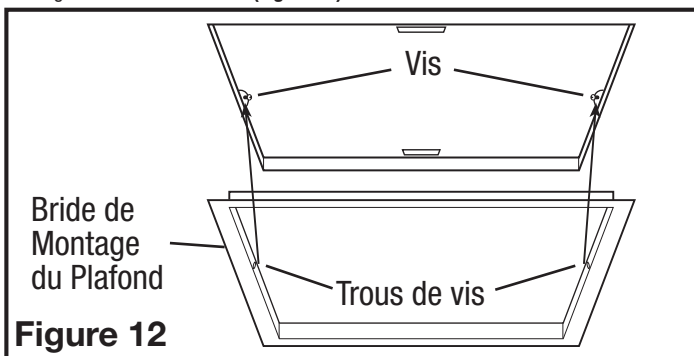

Figure 12
4. Installez la bride de montage au plafond pour couvrir tous les espaces qui existent entre le boîtier et le plafond fini. Retirez les deux vis qui relient la bride de montage au boîtier. Placez un scellant (non fourni) sur le bord intérieur de la bride de montage au plafond pour assurer que la bride est scellée au plafond. Alignez les trous de vis dans la bride de montage au plafond avec les trous de vis à l'intérieur du boîtier et appuyez la bride en place afin qu'elle soit bien serrée contre le plafond. Réinstallez les vis de la bride de montage à l'intérieur du boîtier (Figure 12).